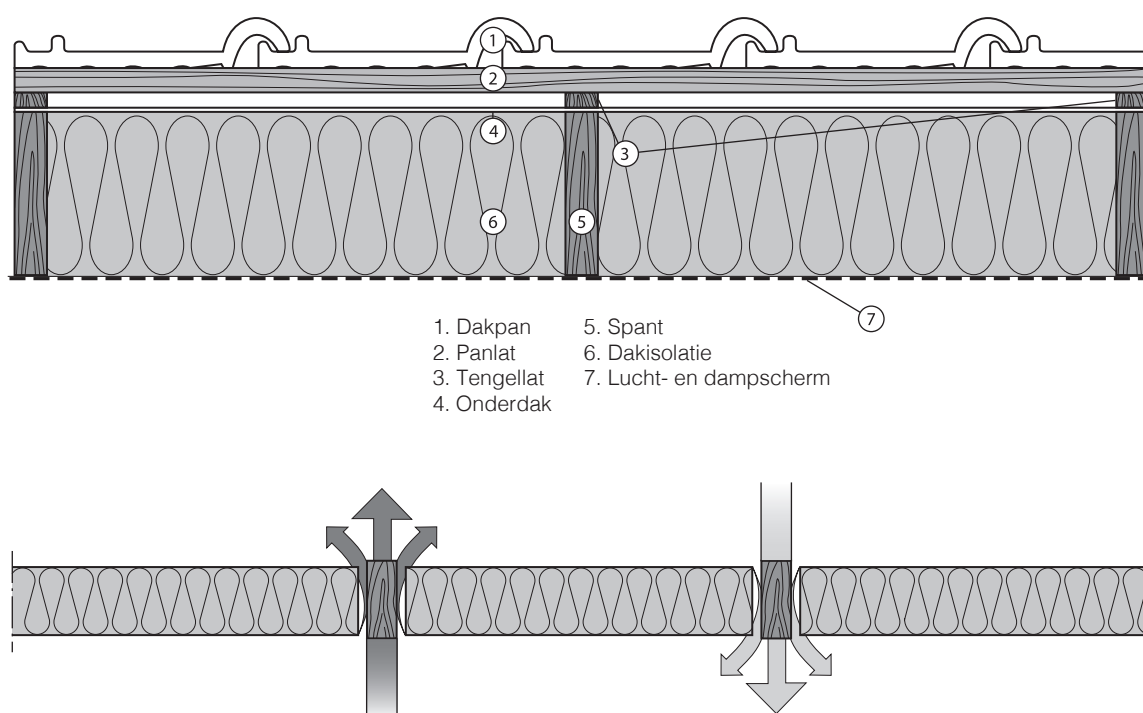

Fig. 1. Klassieke uitvoering
- Bij de klassieke uitvoering (zie fig.1) isoleert men meestal tussen de draagconstructie.